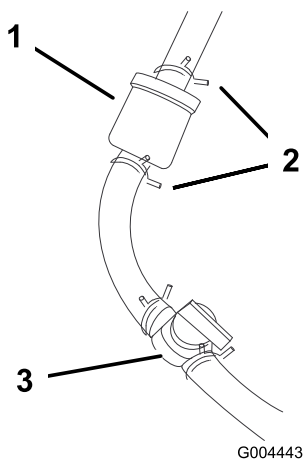

Figura 45
4. Cierre la válvula de cierre de combustible (Figura 45).
5. Apriete los extremos de las abrazaderas y deslícelas por el tubo alejándolas del filtro (Figura 45).
7. Instale un filtro nuevo y acerque las abrazaderas al filtro para sujetar el tubo de combustible (Figura 45).